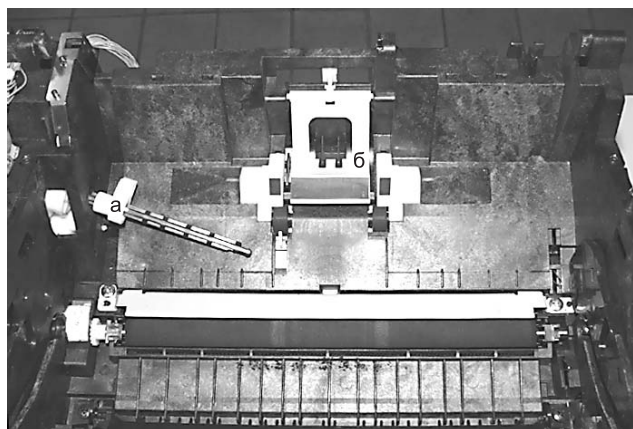

Рис. 4. Вал подачи бумаги (а); сепаратор в рабочем положении (б)
маги внутрь принтера на 1,5...2 см и оставляем в таком состоянии. Может показаться, что он не закреплен, но вытаскивать его до конца не стоит (см. рис. 4).
22. Снимаем сепаратор отделения листа, он закреплен на белом пластиковом ключе сзади рамы принтера (см. рис. 4).